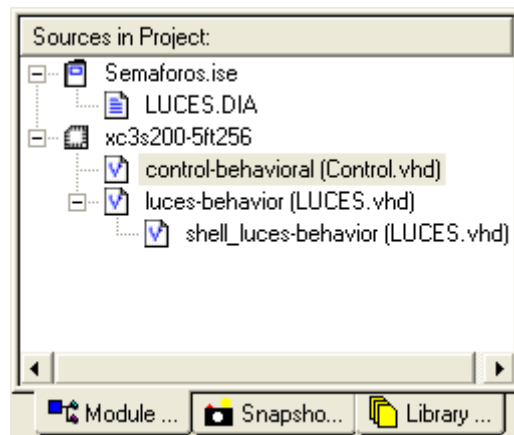

Figura 6.18. Organización de los archivos fuente en el proyecto.
- Seleccione la opción “Add Source” del menú “Project”. Ahora seleccione “LUCES.DIA”. Al presionar “Abrir” el diagrama será incluido en la jerarquía más alta de las fuentes del proyecto, como lo muestra la organización de los archivos fuente en el proyecto de la figura 6.18. Para abrirlo, dé doble “click” en este archivo.